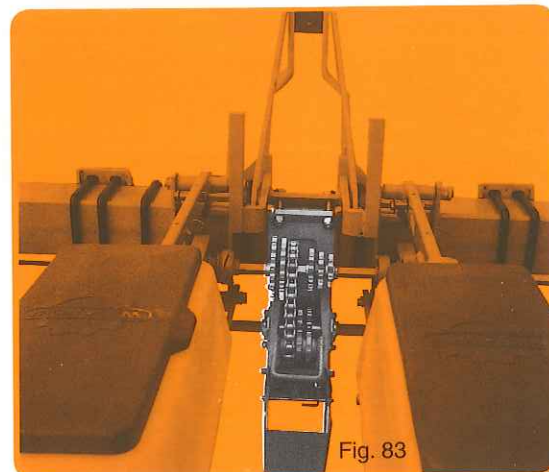

Fig. 83
- Montage pour semoir de 35-40 cm d'inter-rangs (fig. 83) en supprimant les 2 paliers (4).
- Assembly for planters with 35-40 cm (14-15") inter-row spacing (fig. 83) : remove the 2 bearings (4).
Montage für Sämaschinen mit Reihenabstand von 35-40 cm (Abb. 83). Bei dieser Stellung sind beide Lager (4) zu entfernen.
- montage voor zaaimachine voor 35-40 cm rijafstand (fig. 83). Verwijder de twee lagers (4).